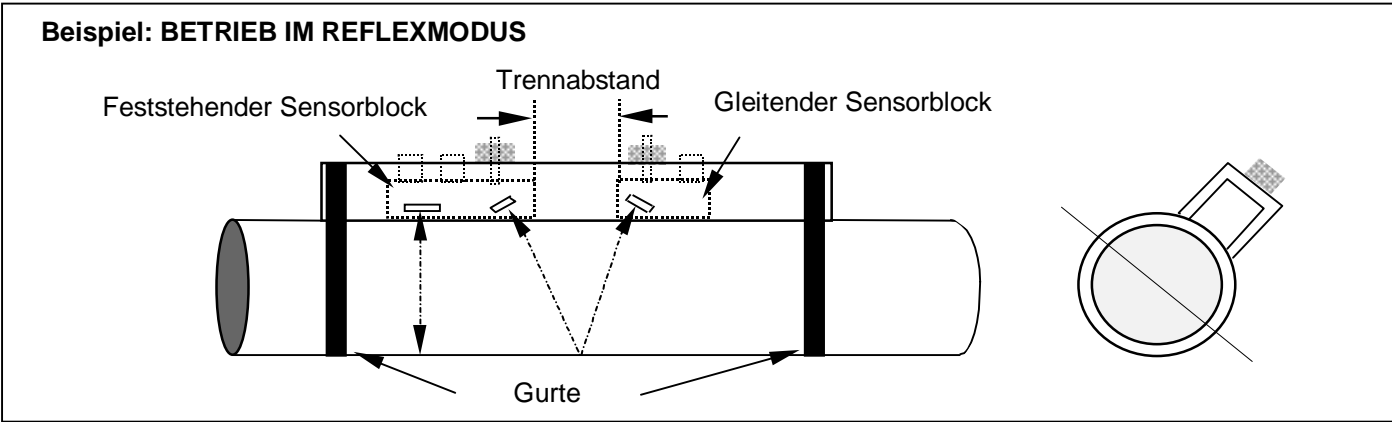

Abbildung 3
- Nehmen Sie die Befestigung entsprechend Abbildung 3 vor, indem Sie den Rändelgriff gegen den Uhrzeigersinn drehen und damit den feststehenden Meßaufnehmer am Rohr handfest zuschrauben.
- Geben Sie ENTER ein. Die Anzeige gibt den Trennabstand in mm an. Der Trennabstand kann dadurch eingestellt werden (siehe Abbildung 3), daß der gleitende Meßaufnehmer soweit entlang der Skala verschoben wird, bis sich das vordere Ende in der empfohlenen Entfernung befindet. Drehen Sie den Knopf nun so lange gegen den Uhrzeigersinn, bis der Meßaufnehmer fest mit der Rohroberfläche verbunden ist.